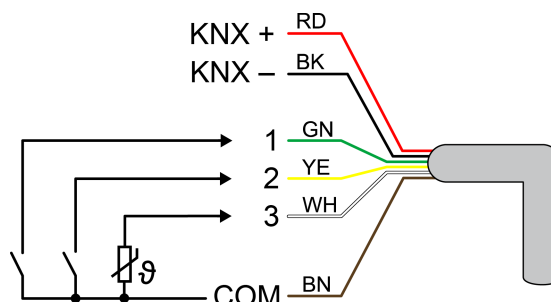

Figure 2: Affectation de raccordement de la ligne de commande (exemple)
- Si besoin, raccorder les contacts libres de potentiel ou les capteurs de condensation/de fuite aux entrées 1...3, ou la sonde de température NTC à l'entrée 3 (Figure 2).